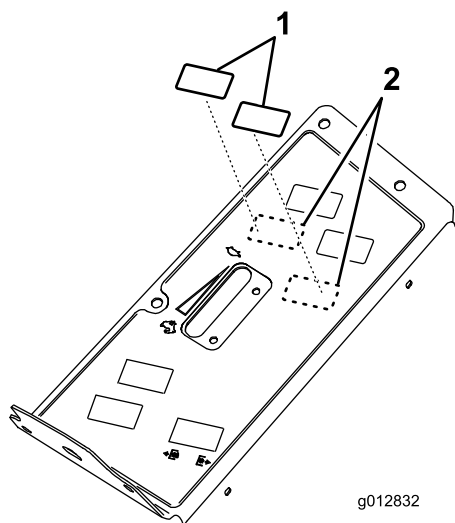

図 28
7. コントロールパネルから打ち抜きプラグ2ヶ所を打ち抜いて外す図 28。